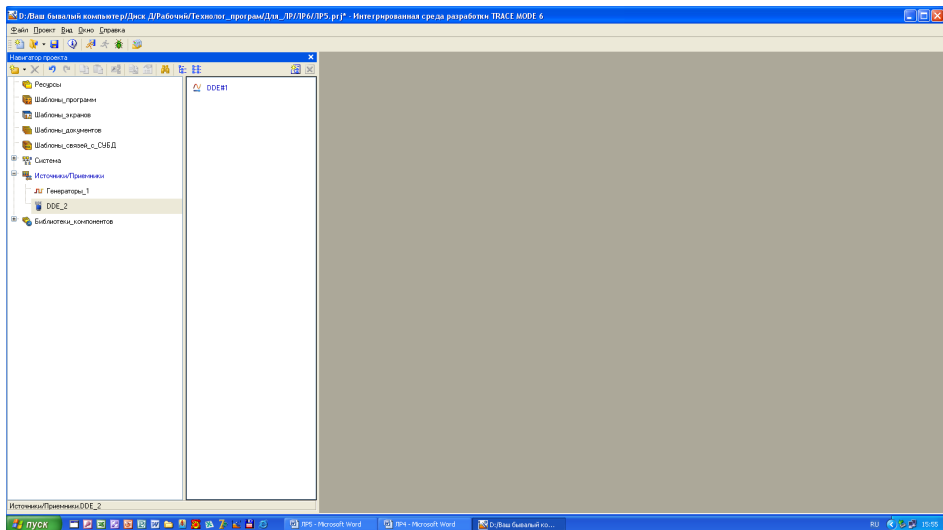
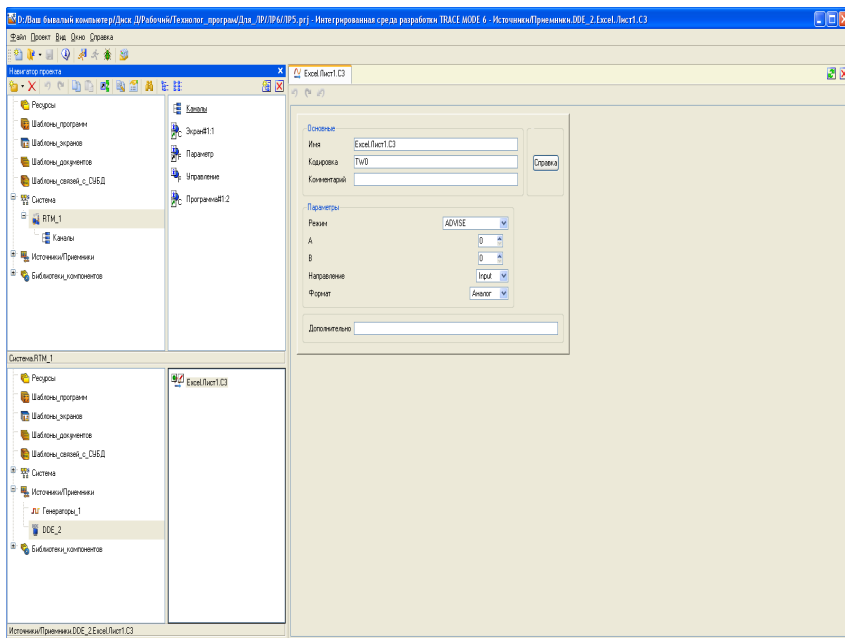

Рис. 3
Рис. 4
4.2.2. У групі **DDE** створити компонент **DDE#1** (рис. 3) і відредувати його, як показано на рис. 4.